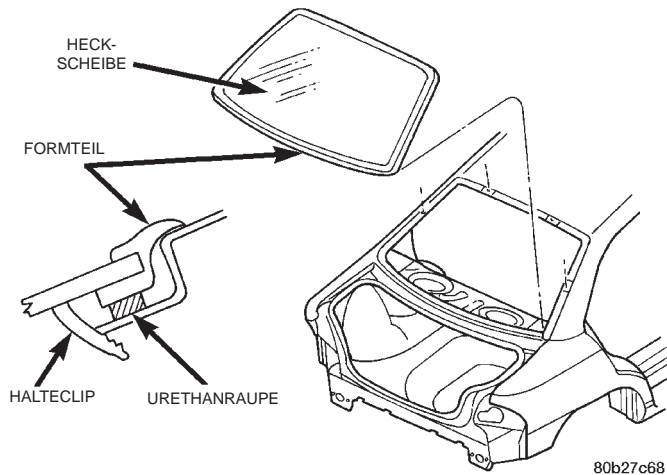

Abb. 1 Heckscheibe—Typisch
(6) Eine 10 mm (0,4 Zoll) dicke Raupe Urethankleber auf die Scheibeneinfassung auftragen (Abb. 1).
(7) Mit einem Helfer die Heckscheibe über der Öffnung positionieren.
(8) Heckscheibe langsam auf die Scheibeneinfassung absenken und über den beiden Flanschen einsetzen, die sich am Dachholm befinden. Die Scheibeneinfassung so weit erforderlich in die richtige Lage bewegen. Die Schutzschicht hinten vom Klebeband am unteren Anhang abziehen und die Heckscheibe so weit nach innen drücken, bis sie mit der Dachlinie und den C-Säulen bündig abschließt (Intrepid).
(9) Überschüssigen Urethankleber von außen mit Mopar® Super Kleen oder einem gleichwertigen Reinigungsmittel entfernen.
(10) Je nach Ausstattung, den Steckverbinder der heizbaren Heckscheiben, und den Steckverbinder der Heckscheibenantenne anschließen.
(11) Innenverkleidung anbauen.
(12) Ist der Urethankleber ausgehärtet, die Heckscheibe mit Hilfe des Wassertests prüfen, um eine korrekte Instandsetzung sicherzustellen. Funktion der heizbaren Heckscheibe überprüfen. Näheres zur Funktion des Heizleiters siehe Kapitel 8N, "Heizleiter/heizbare Heckscheibe".